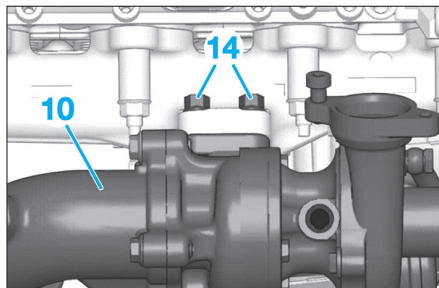

Fig. 40
- Désaccoupler le tuyau de graissage (12) du turbocompresseur (10).
• Déposer les 2 écrous (13).
• Déposer les 2 écrous (14) et le turbocompresseur (10) (Fig.40).